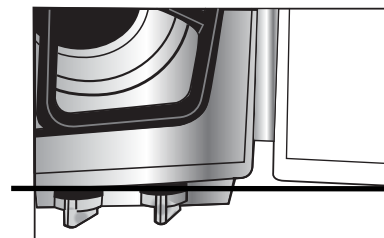

Figura 2
1. Si se realizan los cortes de 4 cms y 1.5 cms indicados en la Figura 1, su estufa quedará empotrada con una misma alineación del filo de la cubierta de su cocina con el filo lateral del frente de su estufa (ver Figura 2.)